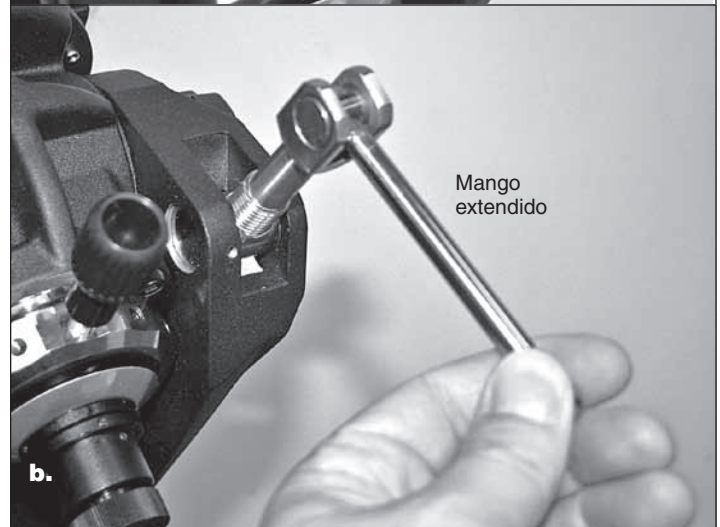

Figura 13. El gato de tornillo de altura con mango **a)** plegado, y **b)** extendido para girarlo.
2. Coloque el gato de tornillo de altura (**figura 13**) y extienda su mango plegado. Utilícelo para girar el gato de tornillo para ajustar la elevación del eje de A. R. a la latitud de su ubicación. Consulte la escala y el puntero de latitud en el lado izquierdo de la montura (**figura 11b**). (Si no conoce su latitud, consulte un atlas geográfico para averiguarla o consúltela en Internet). Por ejemplo, si su latitud es 35° al norte, ajuste el puntero a 35. El ajuste de la latitud no debería tener que volver a ajustarse a menos que se desplace a un lugar de observación a cierta distancia.